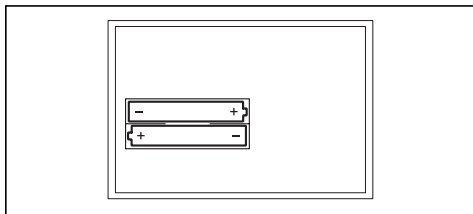

Fig. 4.2 Substituição das pilhas
- Agora, substitua as pilhas (2x AAA-LR03; Fig. 4.2). Tenha atenção à polaridade correcta das pilhas.